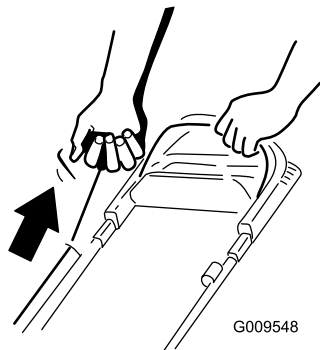

Figura 19
2. Tire de la cuerda de arranque (Figura 19).
Nota: Cuando tire del arrancador de retroceso, tire suavemente hasta que note resistencia; luego tire con fuerza (Figura 19). Deje que la cuerda vuelva lentamente al manillar.